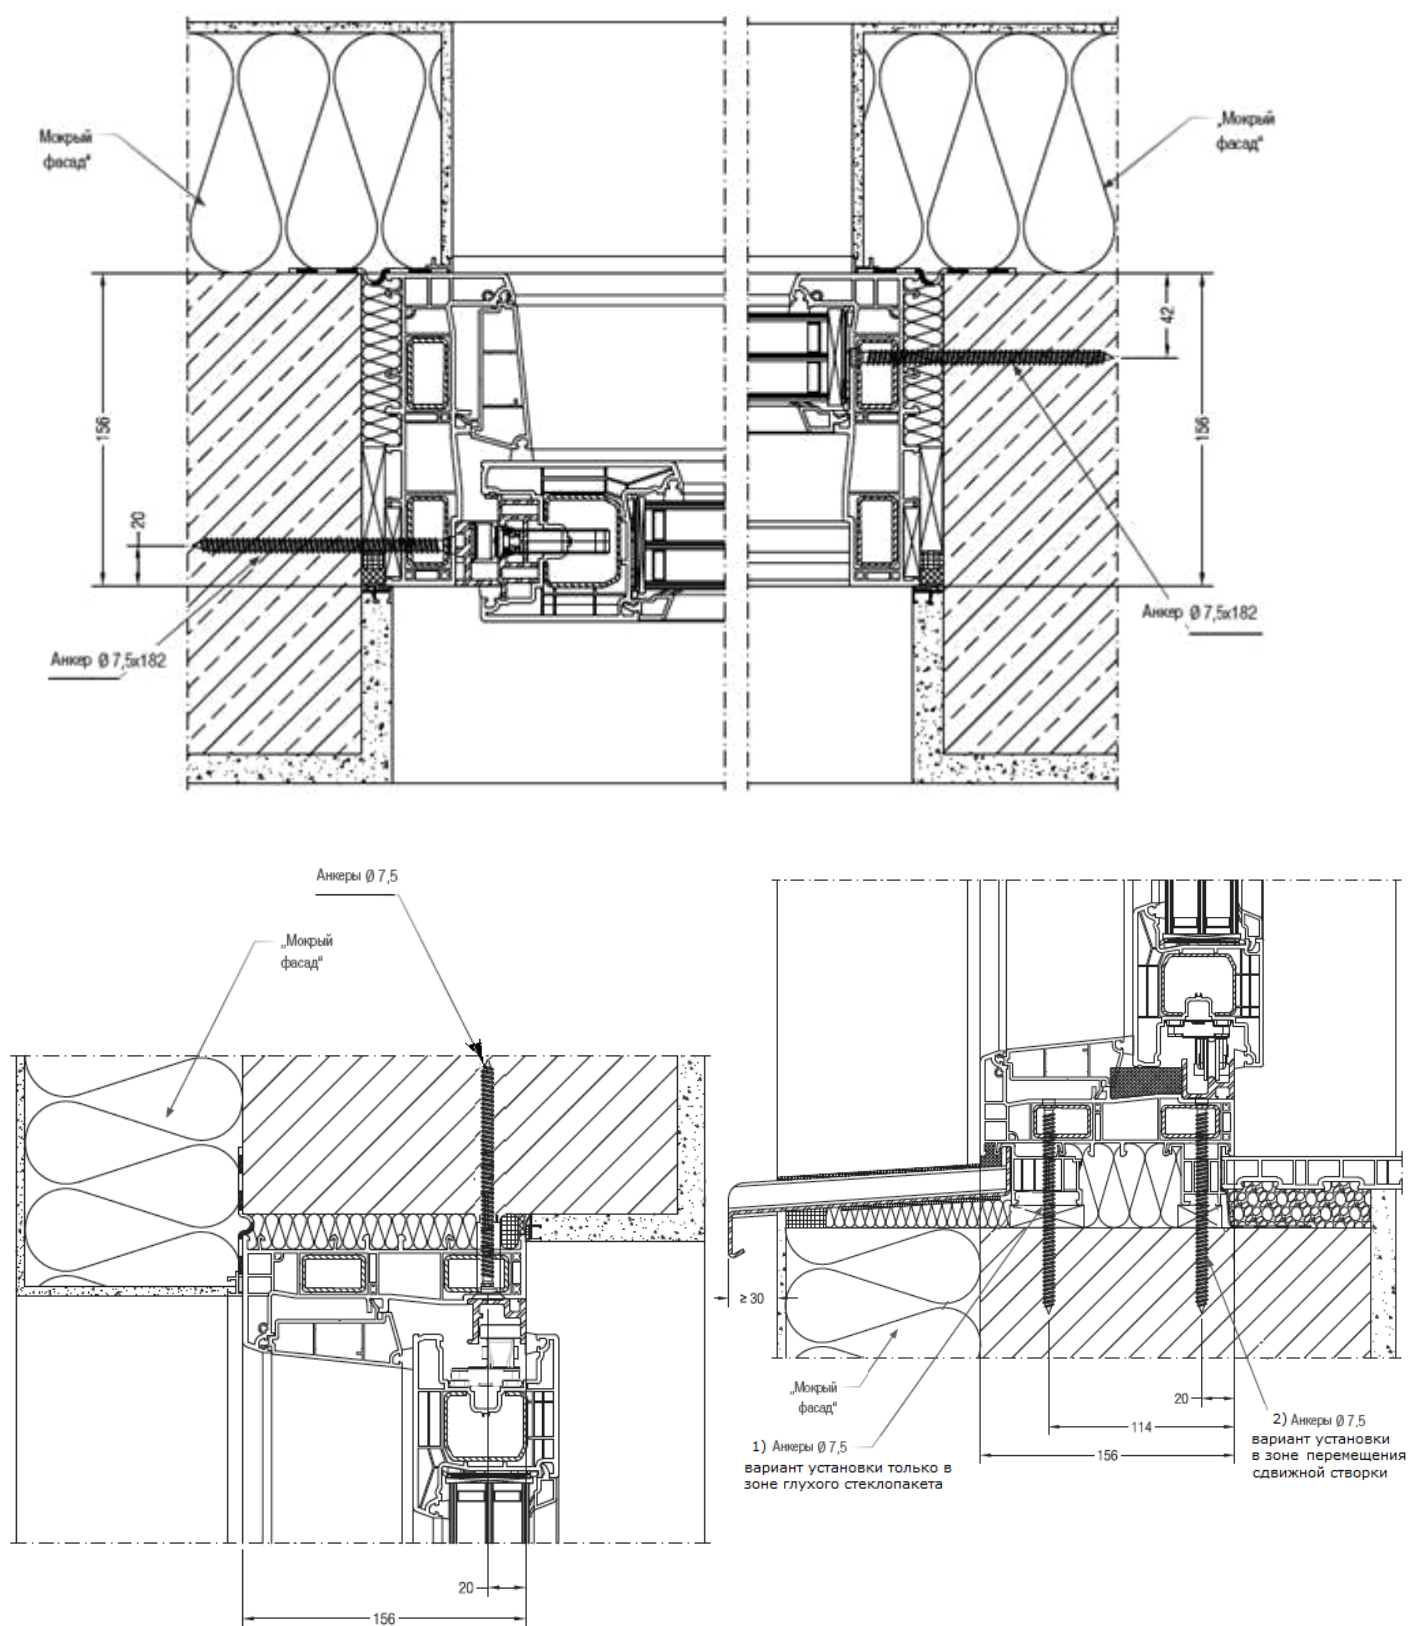

Рис. 7. Схема мест сверления коробки, горизонтальный и вертикальный разрез
5. Подготовить раму для крепления в проем, для этого снять нижнюю опорную шину, просверлить технологические отверстия под анкер шурупы по схеме указанной на рис. 6. Схема мест сверления профилей коробки и порога указаны на рис. 7.